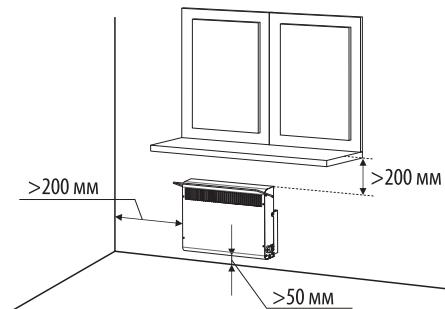

Рисунок. 1.
**6.1.** Для нормальной работы конвектора необходимо обеспечить: расстояние до пола – не менее 50 мм, до боковой стены, мебели – не менее 200 мм, свободное пространство над конвектором – не менее 200 мм (см. рис. 1).